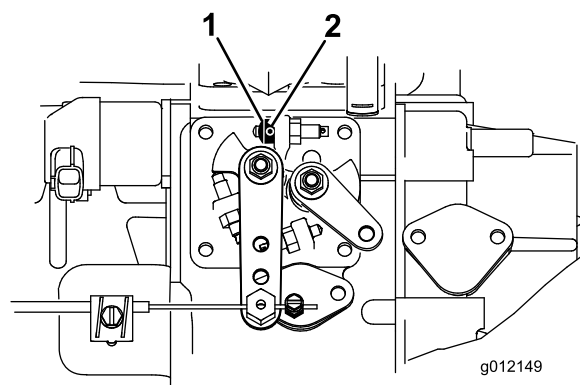

図 7
1. スロットル・ストップについている固定ねじをゆるめる。(図 7).
2. スロットル・ストップをハイ・アイドル・ねじまで動かす(図 7)。スロットル・ストップの面取りされている端部が外側を向くようにする。